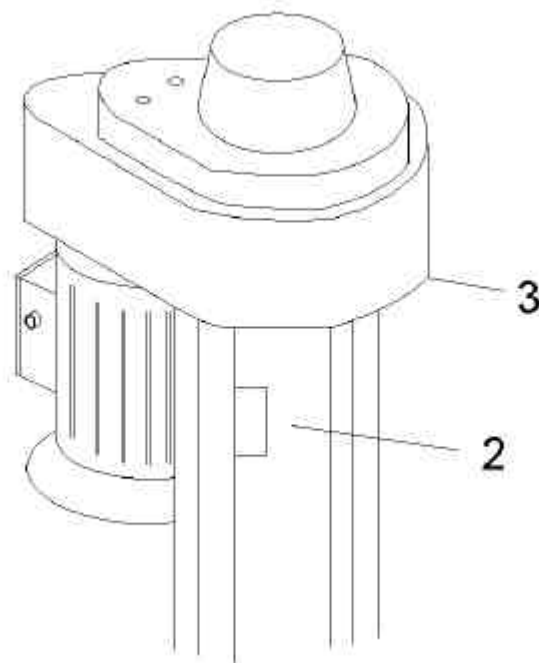

Fig.18
- ▷ Om er voor te zorgen dat de heftafel in de bovenste positie stopt is een eindschakelaar gemonteerd (2) en een stalen plaat aan de bovenzijde van de kolom (**Fig.18**).